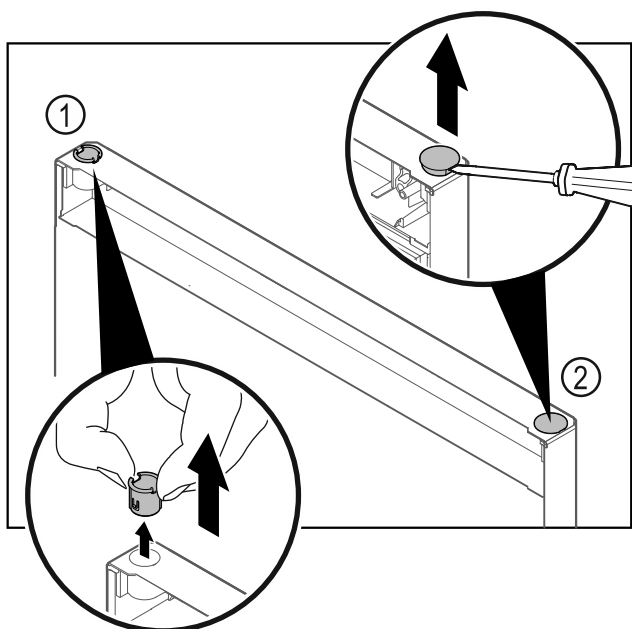

Fig. 20
- Estrarre la boccia cerniera Fig. 20 (1) con le dita.
- Con un cacciavite a testa a intaglio sollevare con cautela il tappo Fig. 20 (2) ed estrarlo.